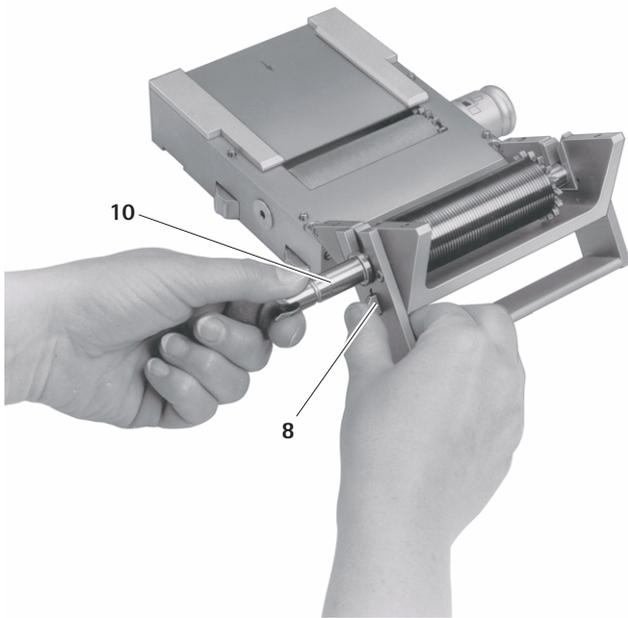

Рис. 3
- ▶ Удерживать задвижку 8 нажатой и одновременно потянуть за хвостовик 10 для отсоединения режущего вала 2, см. Рис. 3.
- ▶ Вжать режущий вал 2 за хвостовик 10 в опоры 20 до фиксации, см. Рис. 3.